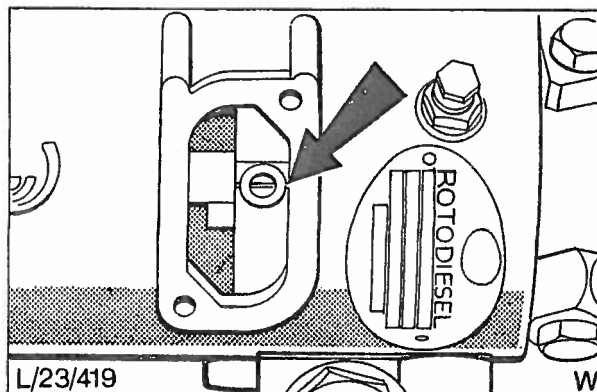

Fig. 42 Innsprøytningspumpen innstilt på spillpunktet.
16. Sett pumpens innstillingshakk visuelt på linje med innstillingsanviseren, se fig. 42. Monter innstillingstappen (del av verktøy nr. 21-089) inn i pumpens anviser og innstillingshakk.